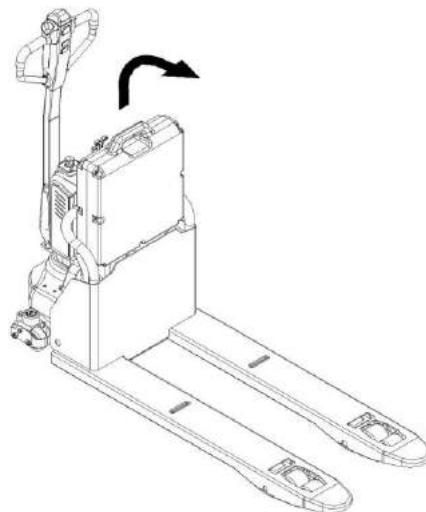

Рис.10: Замена аккумулятора
Припарковать тележку в безопасной зоне, нажмите аварийную кнопку (5). Возьмитесь за ручку АКБ и одним пальцем освободите замок, поднимите кейс АКБ за ручку вверх и замените другим, соблюдая положение контактов. (рис. 10).